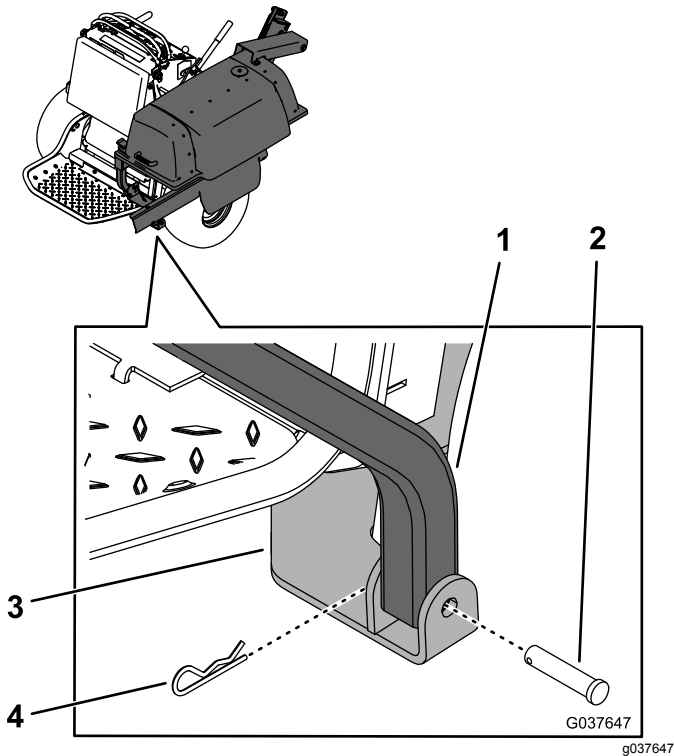

図 13
1. 誰かに手伝ってもらってバガーフレームを持ち上げ、フレームの後部下側を、下側取り付けブラケットに固定するクレビスピンとヘアピンコッターを使用する図 13。